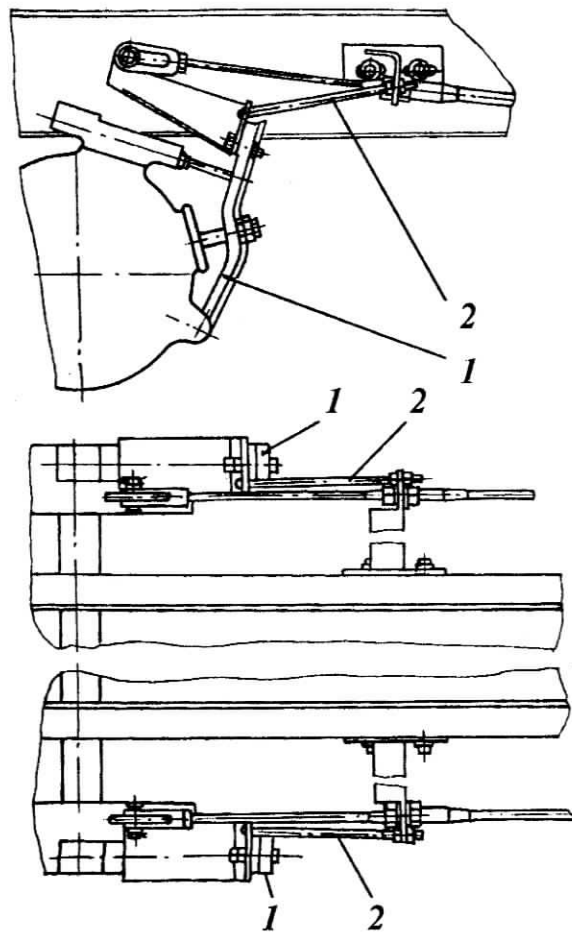

Рис.126 - Контроль постановки комбайна на стояночный тормоз.
-убедитесь в том, что комбайн поставлен на стояночный тормоз (рис.126) как с левой, так и с правой стороны